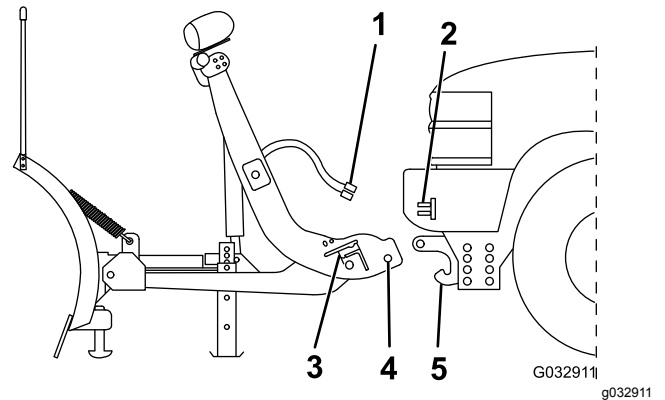

Figura 34
2. Alinee el vehículo con el quitanieves, y conduzca lentamente hacia adelante hasta que el pasador inferior entre en contacto con el receptor del pasador de la viga de empuje (Figura 34).
4. Retire las cubiertas antipolvo del conector eléctrico y conecte el arnés de cables del quitanieves al arnés de cables del vehículo (Figura 34).